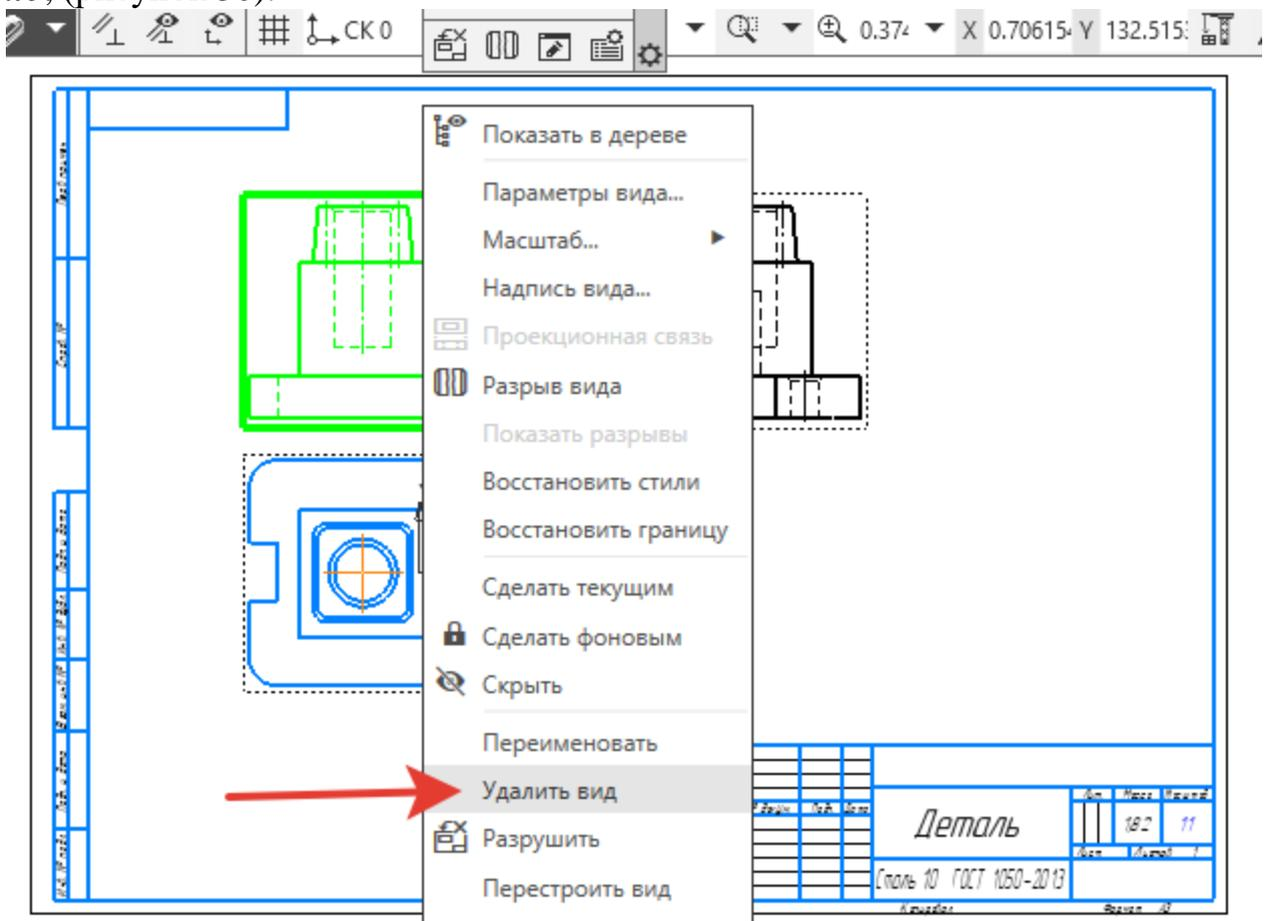

Рисунок 30.
4. Нажать курсором на главный вид детали, он выделится зеленым цветом, нажать правую кнопку мыши. Выбрать из открывшегося окна *Удалить вид*, (рисунок 30).